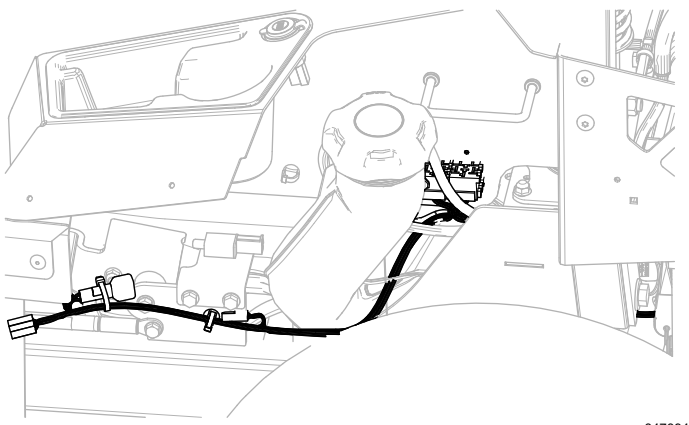

Figura 18
2. Intradate il cablaggio preassemblato (Figura 18) lungo il lato sinistro del telaio e attraverso il dispositivo di fissaggio a pressione che avete montato al passaggio 1.